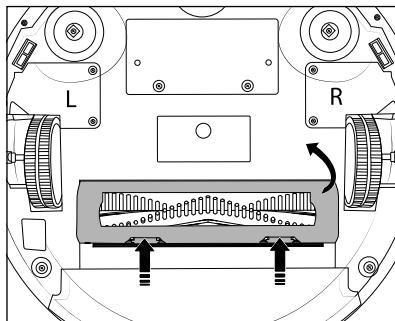

Fig. 14
- ♦ Tryk på de to oplåsningsknapper på børsterulleafdækningen **17** for at løsne dem. Tag børsterulleafdækningen **17** af produktet (se fig. 14).